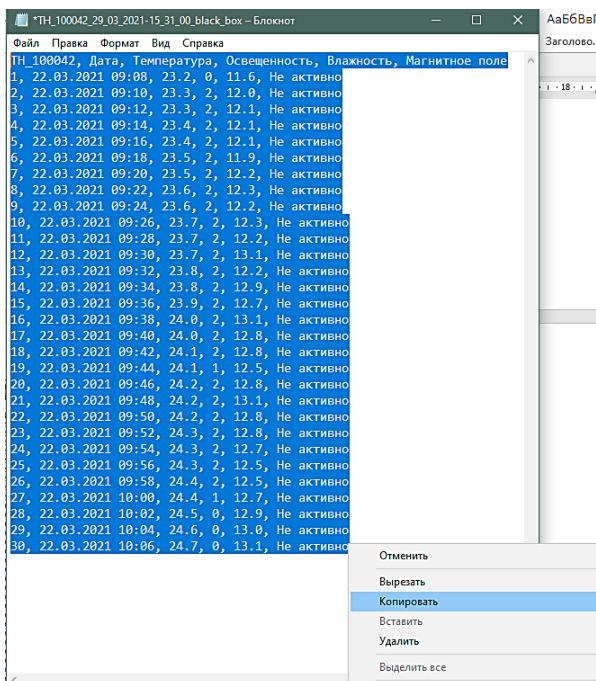

Рисунок 12- Открыт с помощью Блокнот
- Открыть файл с помощью приложения **Блокнот** (рисунок 12);